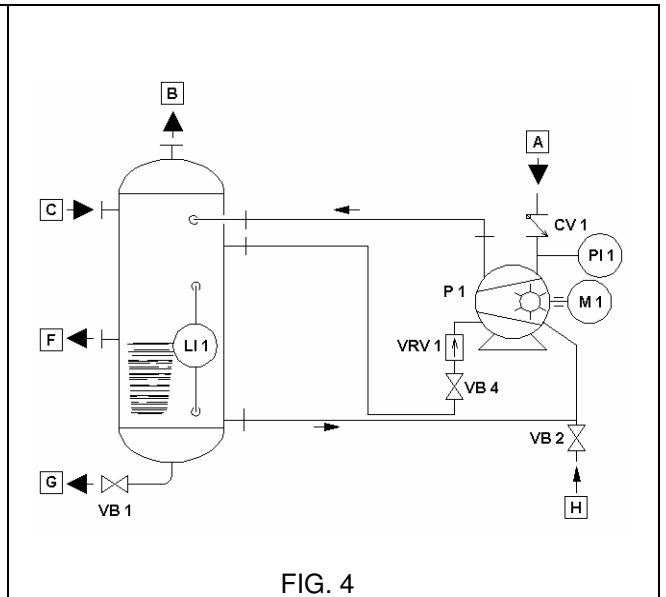

FIG. 4
- **Kombinierter Flüssigkeitsbetrieb (FIG. 4)**